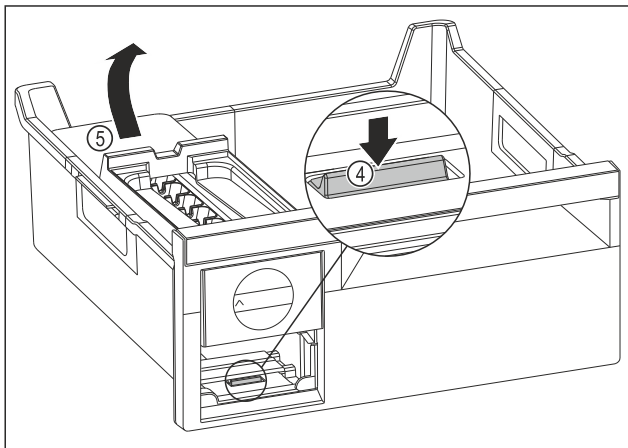

Fig. 183
- ▶ Extraer el cuerpo del EasyTwist-Ice: Presionar la lengüeta Fig. 183 (4) con los dedos hacia abajo subiendo al mismo tiempo por detrás con la otra mano el cuerpo del EasyTwist-Ice Fig. 183 (5).